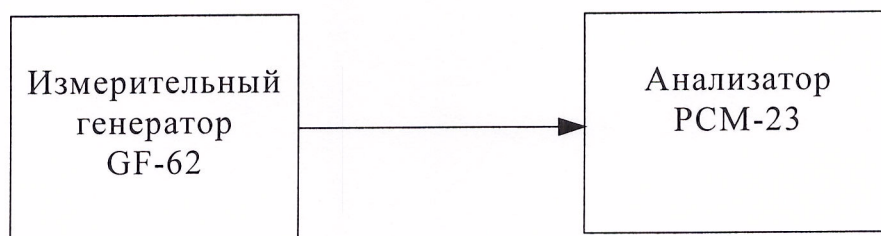

Рис.8.19.
8.3.19.1 Проверка диапазона установки относительного уровня сигнала на входе приемника производится с помощью измерительного генератора GF-62 (рис.8.19).